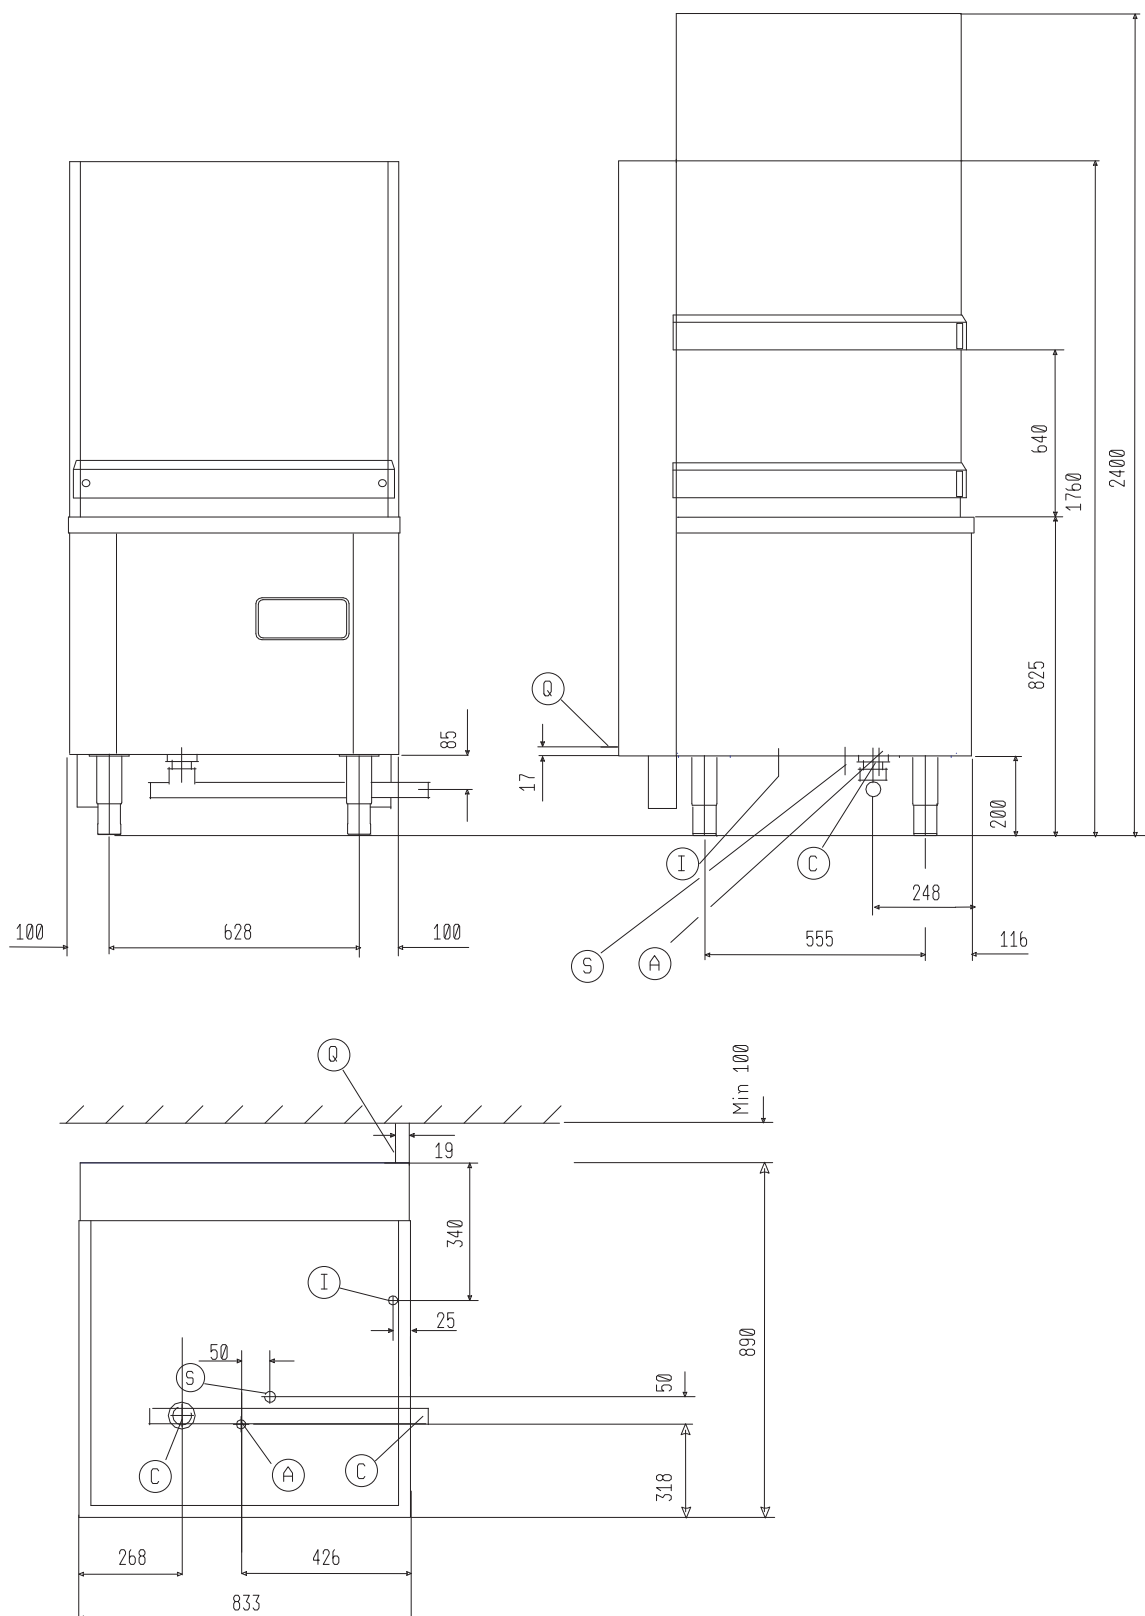
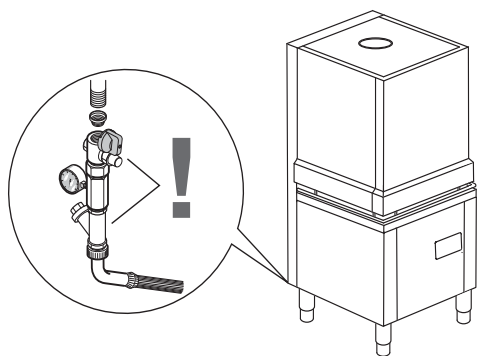

Fig. 1.a
Fig. 6
Förklaringar till Fig. 1.a
- Anslut vattenslangen "A" (Fig. 1.a/Fig. 1.b) till vattentaget via en kran, ett filter (medlevereras) och en tryckmätare (Fig. 6)
Anslut avloppsslangen "C" (Fig. 1.a/Fig. 1.b) till avloppet med en hävert eller genom att placera slangen ovanför en golvbrunn med vattenlås.
- Anslut nätkabelns jordledare till ett effektivt jordningssystem. Maskinen bör dessutom ingå i ett ekvipotentialsystem. Anslutningen ska göras med skruven "Q" (Fig. 1.a/Fig. 1.b) som är märkt med symbolen "⚡". Ekvipotentialledaren ska ha en minsta area på 10 mm².